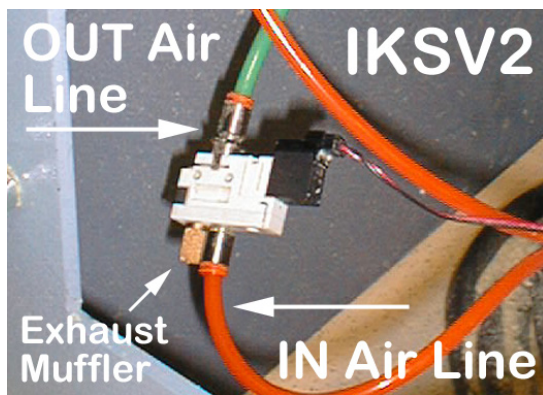

Fig. 7
La válvula de solenoide IKSV2 se muestra instalada en el interior de una sierra de corte (Fig. 7). Esto previene la sierra de activar mientras que el tope está en el movimiento.
2. Cuando haya encontrado la línea de aire de admisión, integre la electroválvula en ella. Utilice el que accesorios son las adecuadas. Si la línea de aire de la sierra es lo suficientemente largo, córtela por la mitad e integre la válvula en ella, como se muestra (Fig. 7). Si necesita la línea de aire adicional, o diferentes tamaños, utiliza los que vienen con el SIK.